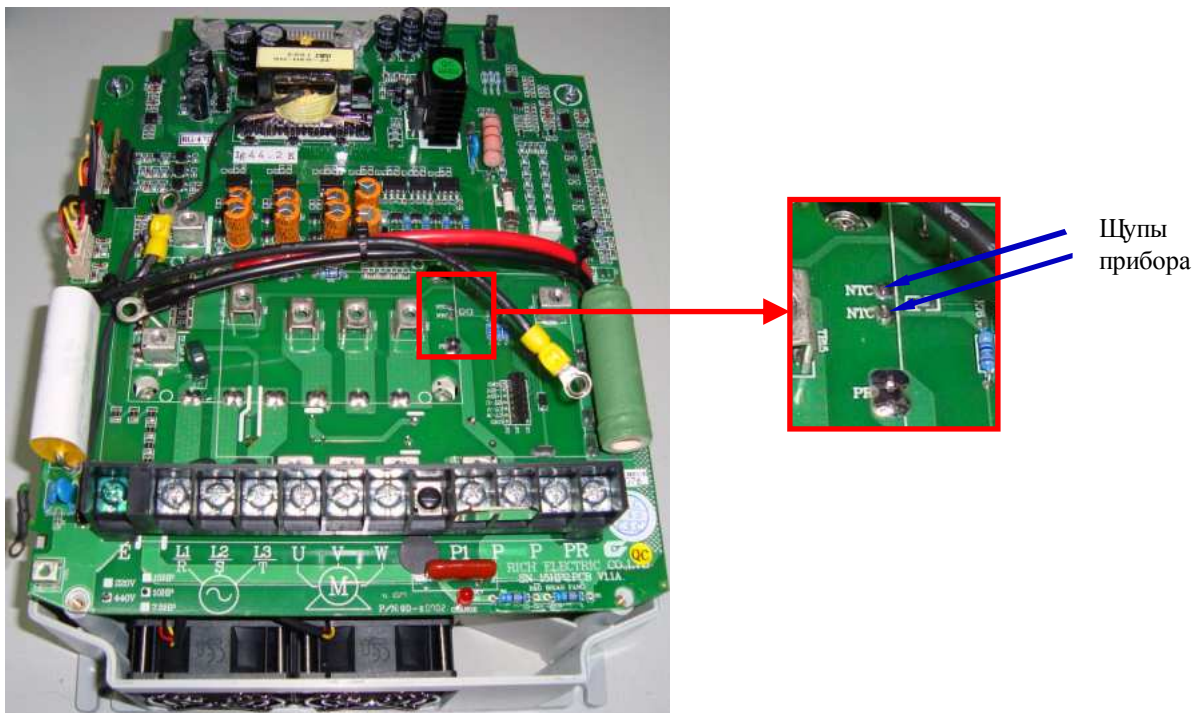

Рис. 4.7. Проверка термодатчика
4.7.9. Проверить исправность термодатчика матрицы. Установить мультиметр в режим измерения сопротивления на пределе 20 кОм. Измерить сопротивление цепи на плате драйверов между контактами, обозначенными NTC, как показано на рис. 4.7. Сопротивление должно быть в пределах от 4 до 6 кОм.